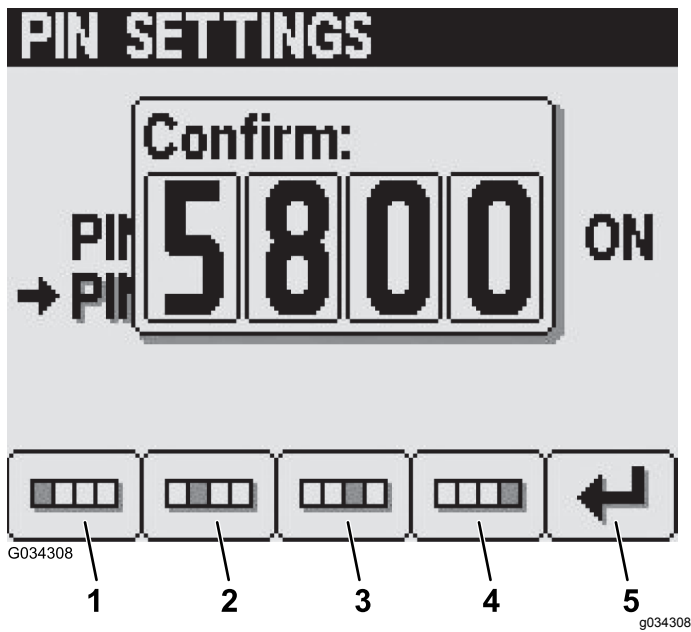

图 29
- 在输入新 PIN 屏幕按 1 至 4 号按钮可输入您的新 PIN 码。PIN 输入完成后按 5 号按钮 图 29。
注意 确认 PIN 码之后 图 29 Pin CorrectPin 纠正屏幕将显示约 5 秒钟。